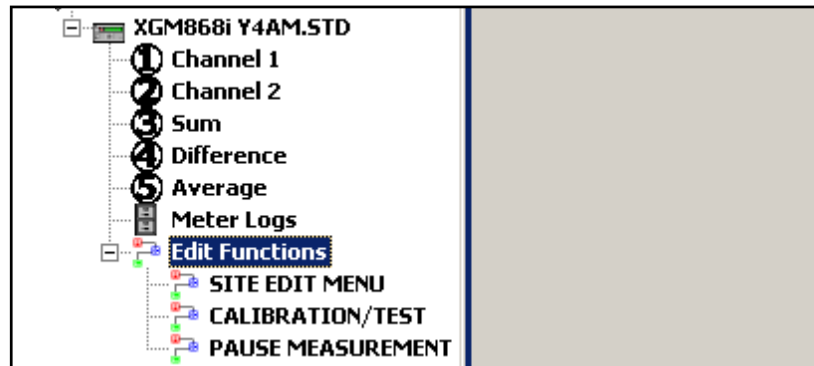

Figura 9: Menús de la opción *Editar funciones*
4. Expanda la opción *Editar Funciones*. Aparecerá una ventana similar a la que se muestra en la *Figura 9*.